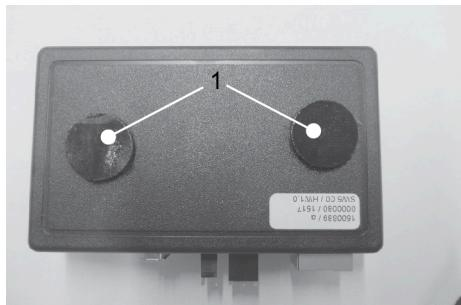

Abb. 2: SOFTwell K: Befestigung mit Klett-Klebepads / Einbaulage
Für SOFTWELL K (siehe Abbildung 2):
- LAN-Kabel in die LAN-Steckdose des Connectivity-Moduls einstecken (SOFTWELL P / S und i-soft 5 TGA siehe Einsetzen für SOFTWELL P / S und i-soft 5 TGA / SOFTWELL K siehe Abbildung 2).